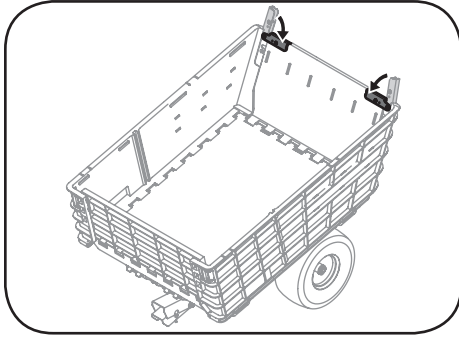

Figure 3-8
11. Lorsque le hayon est placé en position verticale, faites enclencher les loquets de verrouillage sur le hayon pour le fixer en place. Voir Figure 3-8.